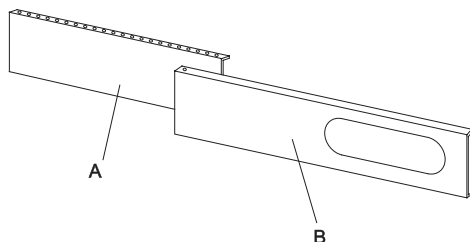

Рис. 11
Составные части кронштейна (см. Рис. 11):
1. Соедините панели А и В согласно Рис. 11, отрегулируйте в соответствии с шириной окна. После этого убедитесь, что между кронштейном и окном нет зазоров.